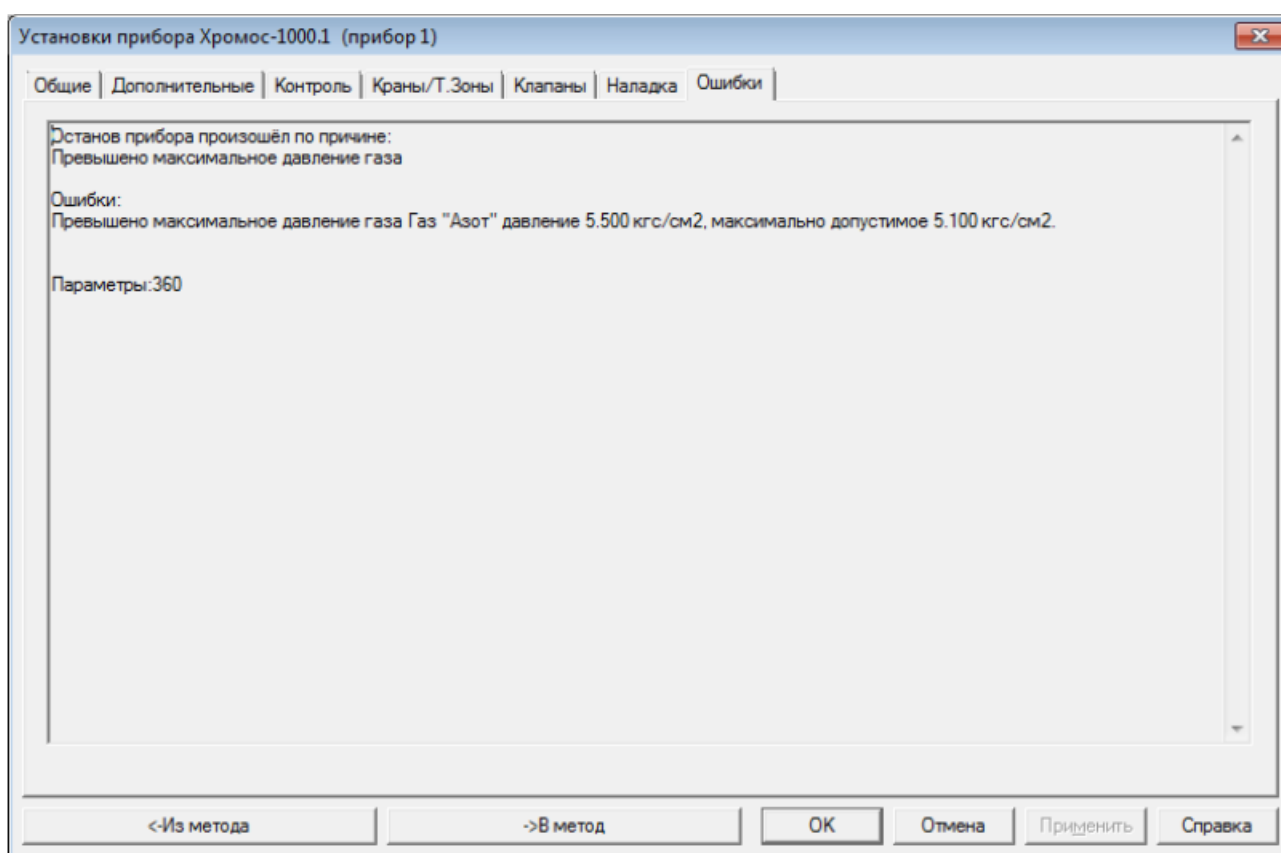

Рис. 104: Окно «Установки прибора > Ошибки»
2. В окне *Установки прибора* выберите вкладку **Ошибки** (Рис. 104). Отчёт указывает, на каком РГП выявлено превышение давления.